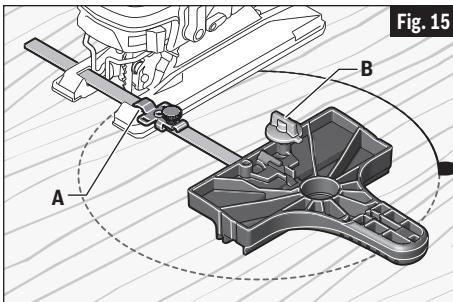

Fig. 15
4. Inserte la barra de la guía a través de una abrazadera y luego a través de las ranuras provistas en el pie, desde cualquiera de los dos lados del pie, (Fig. 15). (Si es posible, coloque una segunda abrazadera sobre la barra desde el lado opuesto de la sierra caladora.)